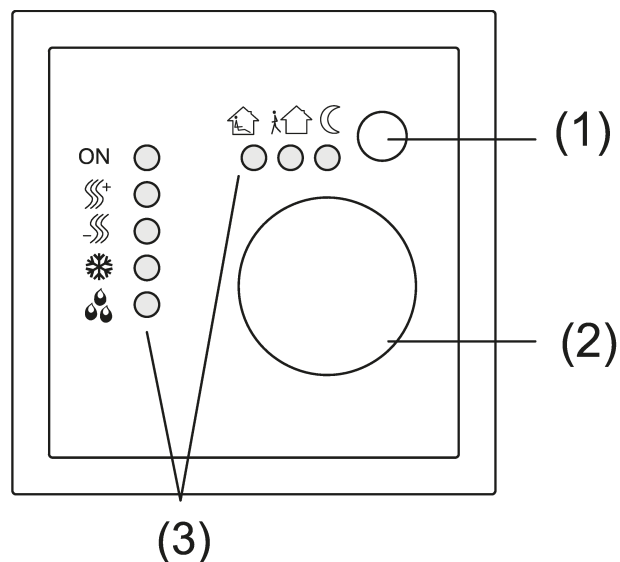

Figura 1: Elementi di comando e indicazione
Il regolatore confronta l'attuale temperatura del locale con la temperatura richiesta impostata e comanda in base al fabbisogno l'apparecchio di riscaldamento e di raffreddamento. La temperatura richiesta è determinata dalla modalità operativa impostata e può essere modificata con la rotellina di regolazione (2). La modalità operativa selezionata e lo stato attuale del regolatore sono visualizzati mediante il LED di stato (3) (Vedi figura 1).
La nuova modalità operativa è visualizzata mediante il LED di stato (3) (vedi figura 1).
- Premere il tasto Presenza (1) (vedi figura 1).